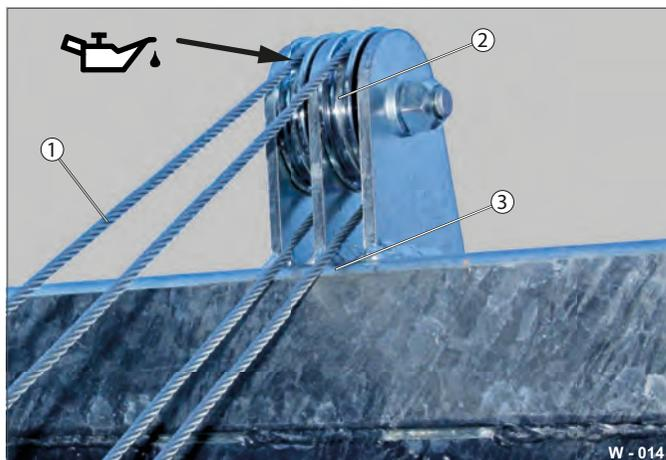

Fig. 14 Vérification / lubrification du câble en acier / des galets de renvoi
- ▶ Nettoyez régulièrement les galets de renvoi (Fig. 14 /2).
- ▶ Examinez la partie déroulée du câble en acier (Fig. 14 /1) pour vous assurer qu'il n'est pas endommagé.
- ▶ Vérifiez les points de frottement (Fig. 14 /3) pour vous assurer de l'absence de dommages – au besoin, traitez les points d'abrasion avec un spray au zinc et lubrifiez-les.